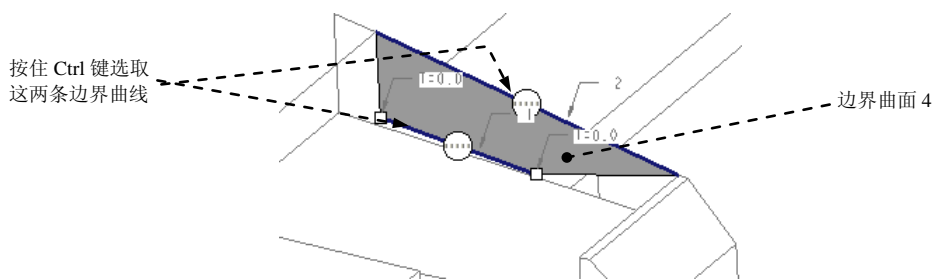

图 20.22 定义边界曲面 4
(1) 按住 **Ctrl** 键, 选取合并面组 4 和边界曲面 3。
(2) 单击 **分型面** 操控板中 **编辑** ▾ 区域的 **合并** 按钮, 此时系统弹出“合并”操控板。
(3) 在操控板中单击 **选项** 按钮, 在“选项”界面中选中 ☒ **相交** 单选项。
(4) 在“合并”操控板中单击 按钮。
Step14. 创建图 20.22 所示的边界曲面 4。
(2) 定义边界曲线。按住 **Ctrl** 键, 依次选取图 20.22 所示的两条边界曲线。
(3) 在操控板中单击 按钮, 完成边界曲面 4 的创建。